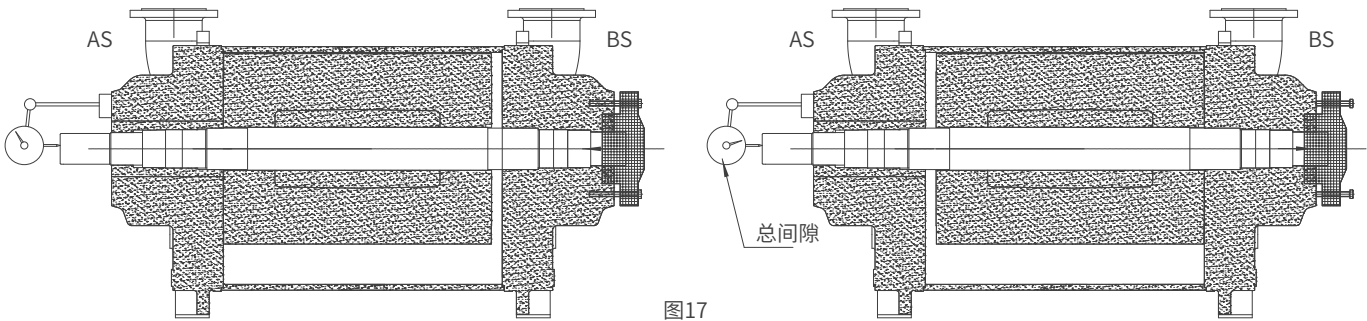

图17
- a、拧紧轴头压盖13的螺栓，上紧定位轴承压盖14，将定位轴承座部件与转子连成一体（见图2），在AS端装上一个百分表（图17）。
- c、在AS端上装上百分表（见图17）。